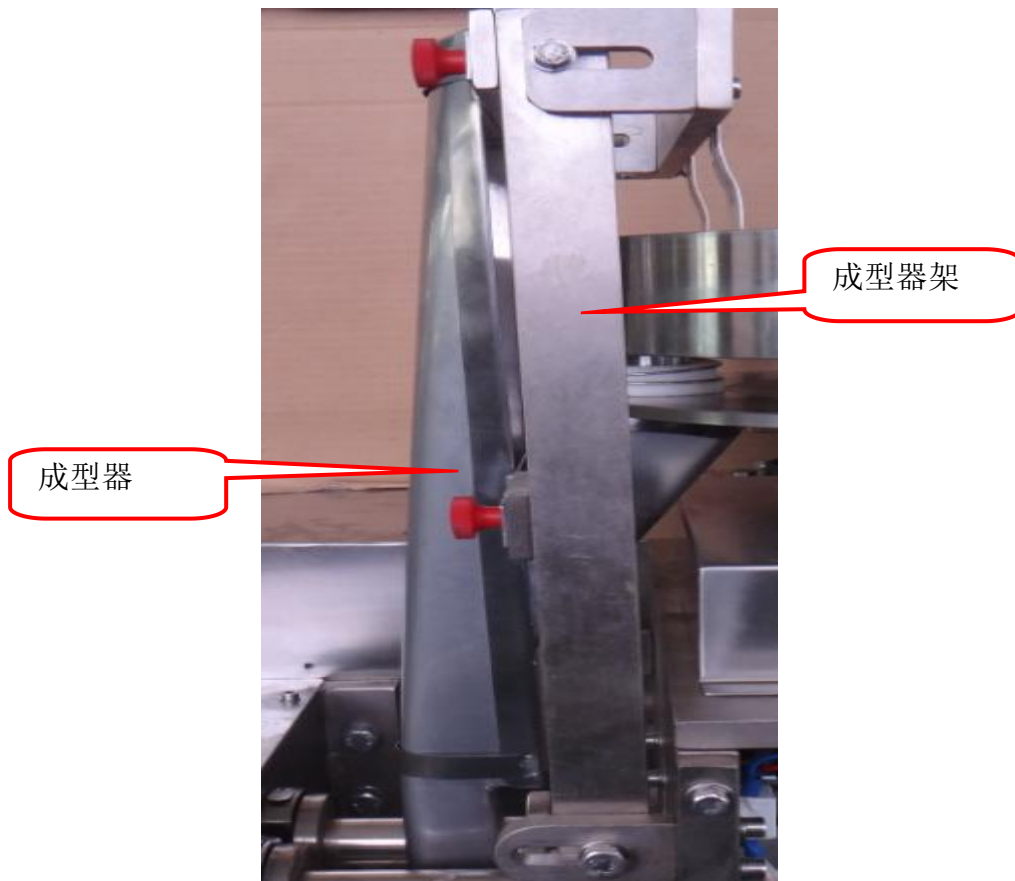

图 5-2 成型器调整
- 4、如图 5-2 所示，松开支座上左右两边的螺丝，把成型器固定架适量往内移，可使纵封压边变宽；相反，适量往外移，可使压边变窄，可根据需要自行调节（一般为 5—6 mm）。